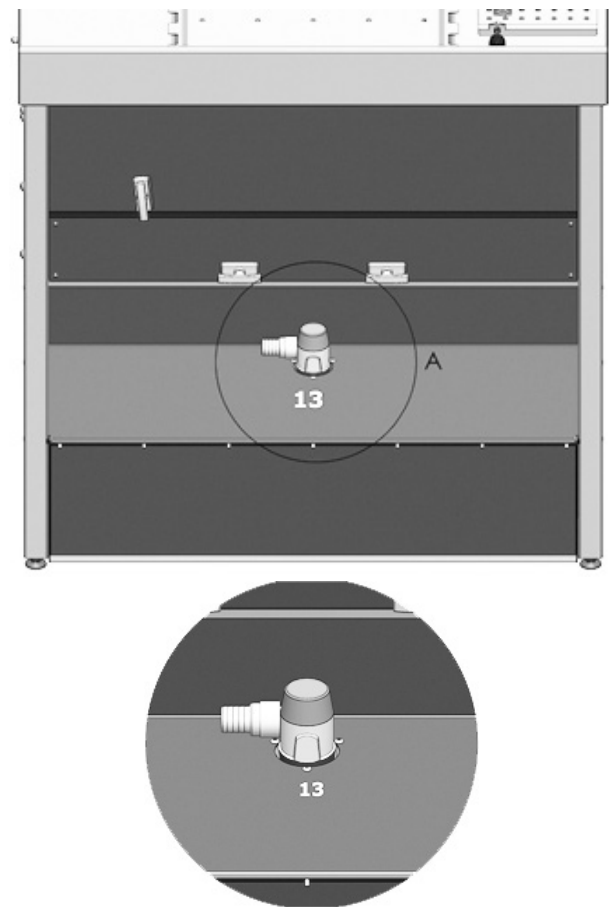

Abb. 8
Einbau der Abwasserpumpe für höhergelegene Abflüsse (13) Abb. 8